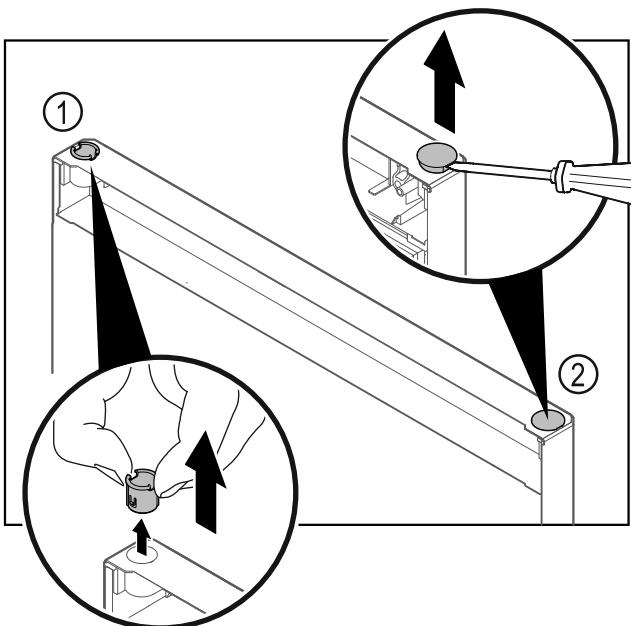

Fig. 29
- Τραβήξτε έξω την υποδοχή μεντεσέ Fig. 29 (1) με τα δάχτυλα.
- Ανασηκώστε προσεκτικά την τάπα Fig. 29 (2) με ένα ίσιο κατσαβίδι και τραβήξτε την έξω.